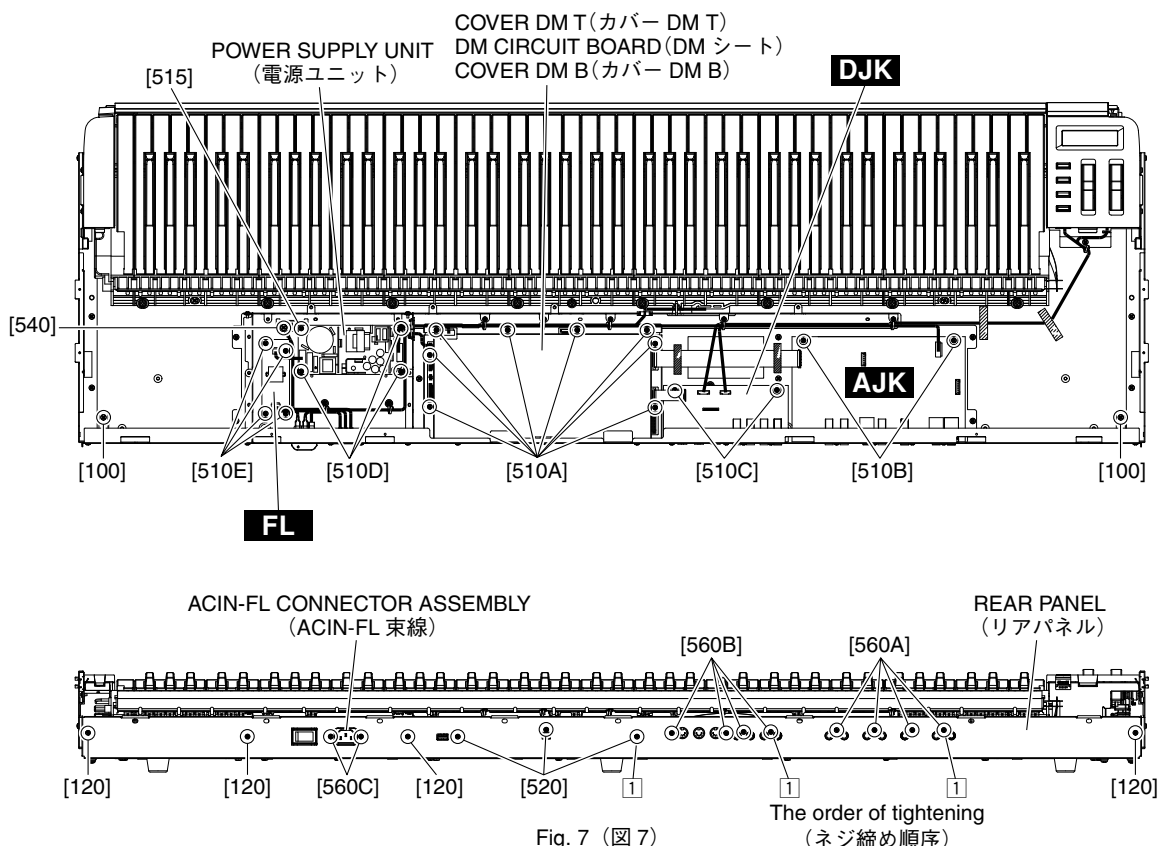

Fig. 7 (図 7)
- 4-3. Remove the eight (8) screws marked [510A] and the three (3) screws marked [520]. The cover DM T, DM circuit board and cover DM B can then be removed. (Fig. 7)
- 4-3. [510A] のネジ 8 本と [520] のネジ 3 本を外して、カバー DM T、DM シート、カバー DM B を外します。(図 7)
* When installing the DM circuit board, tighten the screw ① shown in the figure 7 and then tighten the other screws marked [520].
※ DMシートを取り付ける際は、図7に示す①のネジを締めしてから他の[520]のネジを締め、その後[510A]のネジを締めてください。
- 5-3. Remove the four (4) screws marked [560A] and the two (2) screws marked [510B]. The AJK circuit board can then be removed. (Fig. 7)
- 5-3. [560A] のネジ 4 本と [510B] のネジ 2 本を外して、AJK シートを外します。(図 7)
* When installing the AJK circuit board, tighten the screw ① shown in the figure 7 and then tighten the other screws marked [560A].
※ AJKシートを取り付ける際は、図7に示す①のネジを締めしてから他の[560A]のネジを締め、その後[510B]のネジを締めてください。
- 6-3. Remove the four (4) screws marked [560B] and the two (2) screws marked [510C]. The DJK circuit board can then be removed. (Fig. 7)
- 6-3. [560B] のネジ 4 本と [510C] のネジ 2 本を外して、DJK シートを外します。(図 7)
* When installing the DJK circuit board, tighten the screw ① shown in the figure 7 and then tighten the other screws marked [560B].
※ DJKシートを取り付ける際は、図7に示す①のネジを締めしてから他の[560B]のネジを締め、その後[510C]のネジを締めてください。
- 7-4. Remove the three (3) screws marked [510D] and the screw marked [515]. The power supply unit can then be removed. (Fig. 7)
- 8-4. Remove the four (4) screws marked [510E]. The FL circuit board can then be removed. (Fig. 7)
- 9-4. Remove the two (2) screws marked [560C] and the screw marked [540]. The connector assembly ACIN-FL can then be removed. (Fig. 7)
- 7-4. [510D] のネジ 3 本と [515] のネジ 1 本を外して、電源ユニットを外します。(図 7)
- 8-4. [510E] のネジ 4 本を外して、FL シートを外します。(図 7)
- 9-4. [560C] のネジ 2 本と [540] のネジ 1 本を外して、ACIN-FL 束線を外します。(図 7)